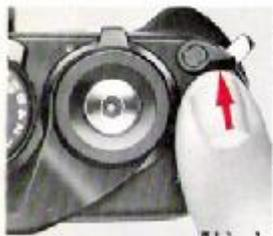

Abb. 1
2. Um den Verschuß ohne Filmtransport zu spannen, drücken Sie den Mehrfachbelichtungshebel nach vorne (Abb. 1) und betätigen den Filmtransporthebel. Der Mehrfachbelichtungshebel springt sofort in die Ausgangsstellung zurück (Abb. 2).